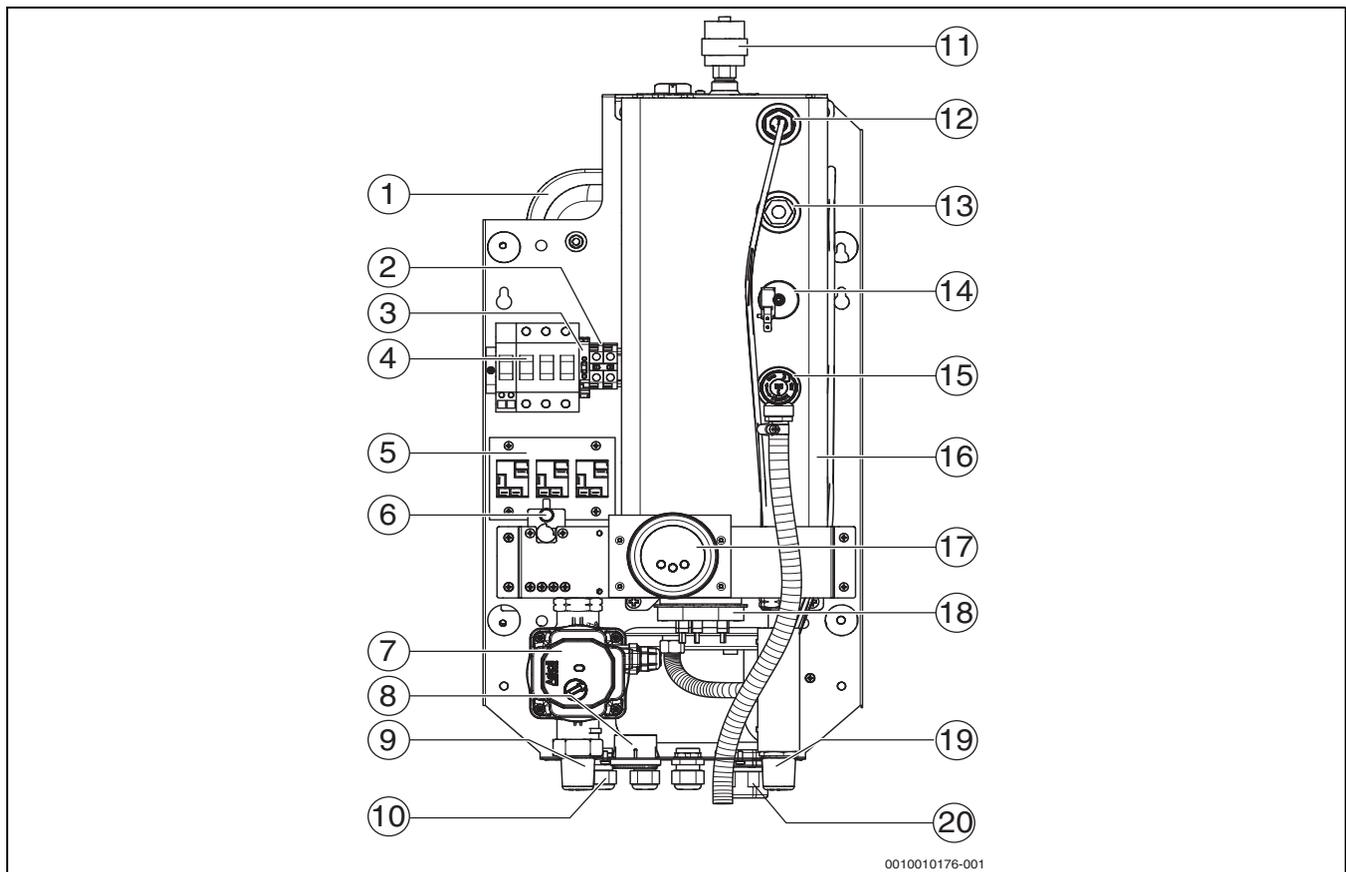

Fig. 1 Éléments de fonctionnement de la chaudière Tronic Heat 3500 4-12 kW
- ▶ Ne jamais fermer la soupape de sécurité (→ fig. 1, p. 7, [15])